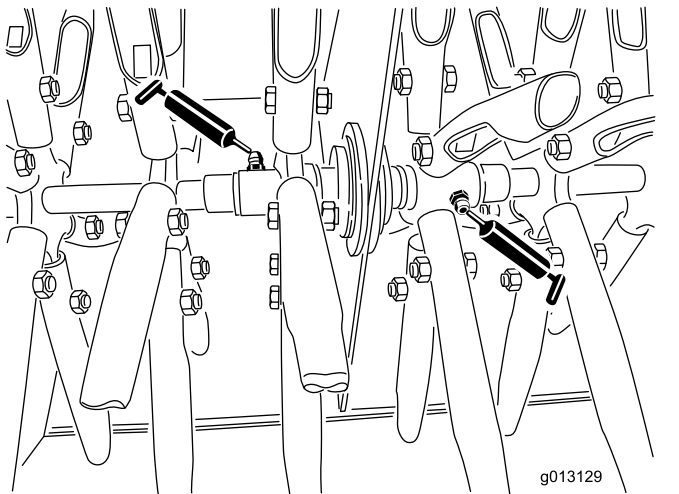

Bild 17
3. Drehen Sie die zwei mittleren Tines mit der Hand, bis Sie die Schmiernippel sehen können (Bild 17).